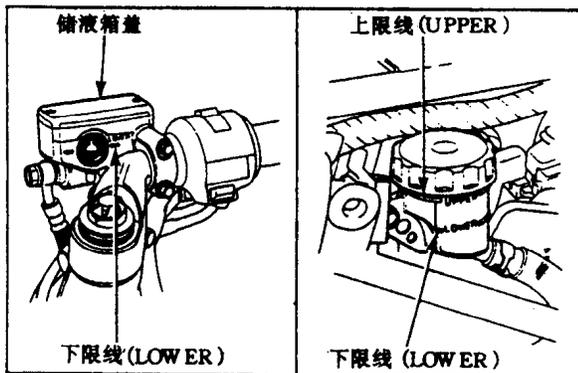

图 1-9 制动液的补充
1. 当液量减少到接近储液箱的下限线(LOWER)时,拆下储液箱盖及隔膜,及时补充制动液,如图 1-9、1-10 所示。